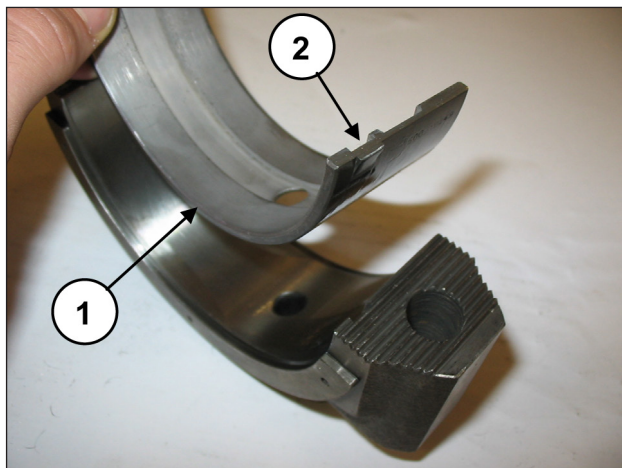

Fig. 82
Applicare i semicuscinetti inferiori ai cappelli (pos. ①, Fig. 82) assicurandosi che la linguetta di riferimento dei semicuscinetti venga posizionata nell'apposito alloggiamento sul cappello (pos. ②, Fig. 82).